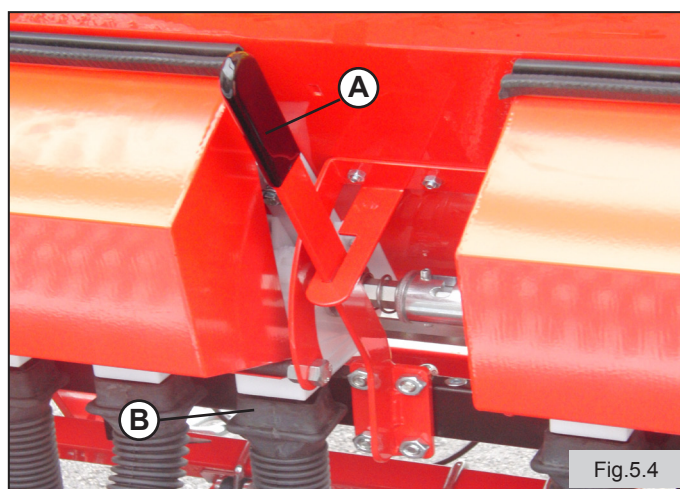

Fig.5.4
- Użyć dźwigni **A**, opuścić wspornik z przewodami prowadzącymi materiał siewny **B** (Fig.5.4).